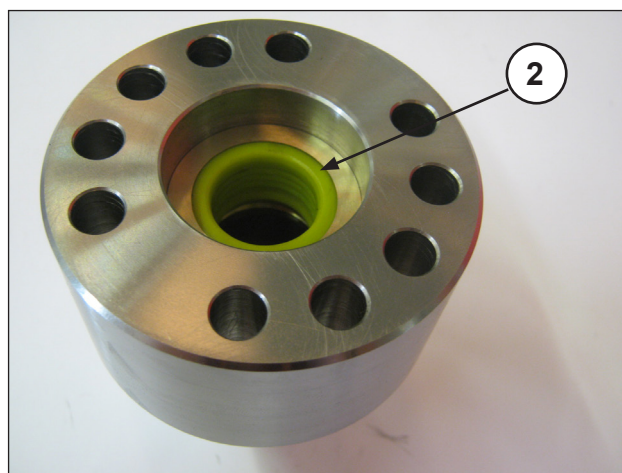
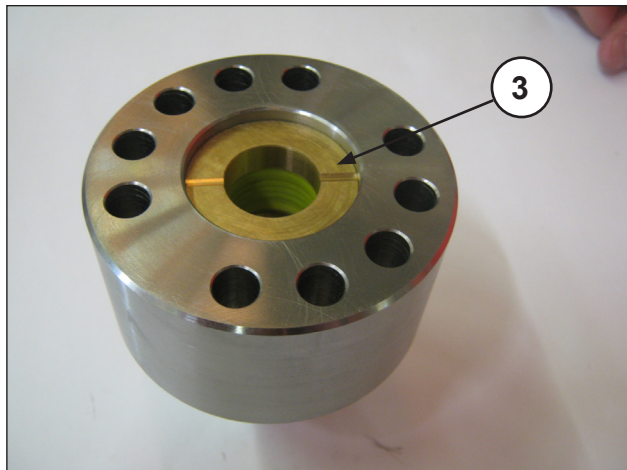
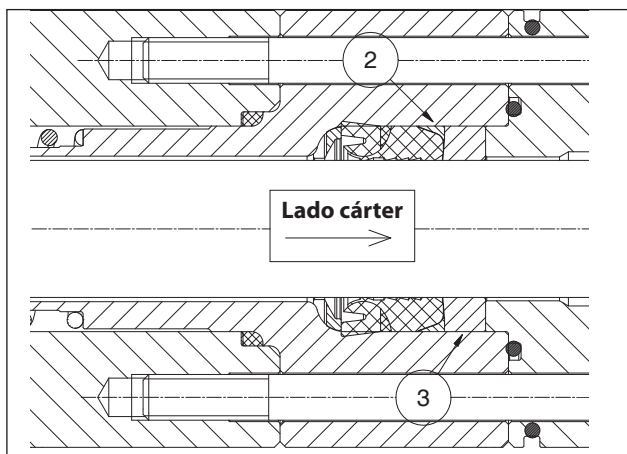

Fig. 136
Fig. 137
Fig. 138
- Introducir la anilla anti-extrusora ② y el casquillo de las juntas ③ como se indica en la Fig. 136, la Fig. 137 y la Fig. 138.
El casquillo de las juntas ③ se ha de introducir en el soporte con las descargas orientadas hacia el exterior (lado cárter) como se indica en la Fig. 137 y la Fig. 138.